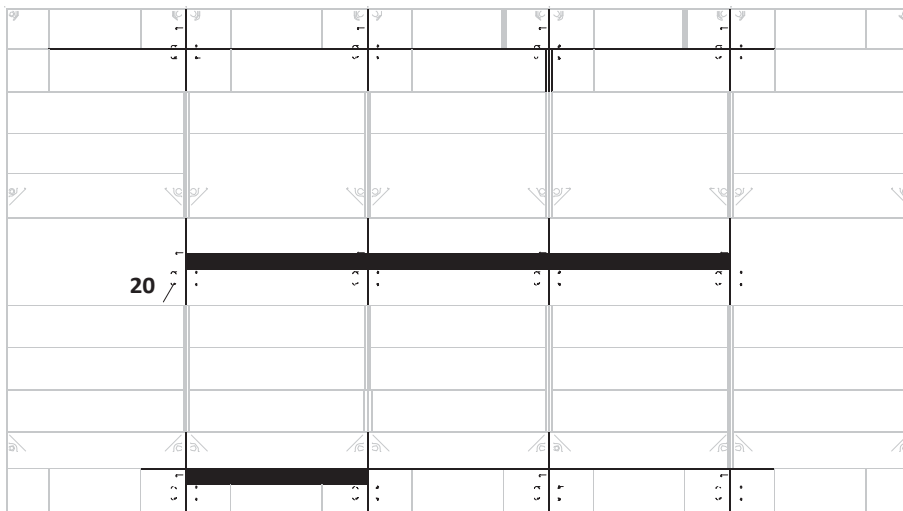

Fig. C2.01
3 x Направляваща скоба DRS (20). (Fig. C2.01)